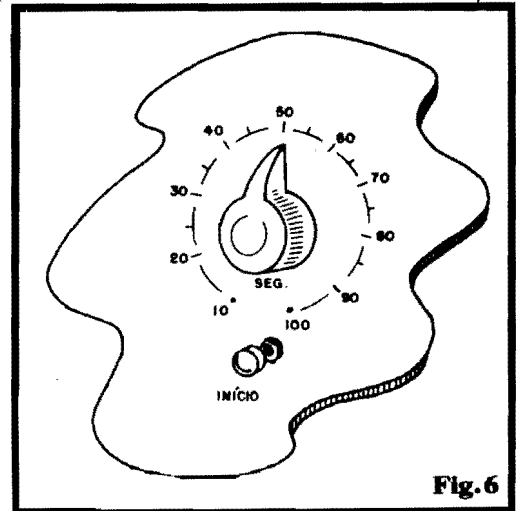

Fig. 6
- FIG. 6 - SUGESTÃO PARA O DIAL DO POTEMP - Conforme já foi dito, a idéia básica que levou ao projeto do POTEMP era "facilidade absoluta na instalação", ocupando o mínimo de volume interno e espaço no painel frontal de controle... A figura dá uma idéia elementar (e por isso mesmo, talvez a melhor...) de como implementar o *lay out* final da "coisa"... Com o potenciômetro dotado de um knob indicador, basta desenhar uma escala circular em torno de sua posição, estabelecendo subdivisões ao longo do arco da dita escala, para os Tempos intermediários (entre o mínimo de 1 segundo e o máximo de 100 segundos...). Para uma calibração básica, os tempos mínimo e máximo devem ser cronometrados com o auxílio de um bom relógio ou cronômetro digital (dotado de indicações de até décimos de segundo...); em seguida, o arco de atuação do potenciômetro poderá ser linear e proporcionalmente dividido, com a resolução necessária à aplicação (se segundo em segundo, ou a intervalos de 5 ou 10 segundos, conforme necessário...). O **push-button** de "INÍCIO" (se a unidade for montada/instalada num módulo pleno...) pode ficar logo abaixo do potenciômetro de TEMPO... Em outras aplicações industriais, eventualmente esse comando de início será executado por **switches** já existentes ou mecanicamente acopladas ao maquinário, devendo então ser feita a simples ligação da tal chave ao módu-